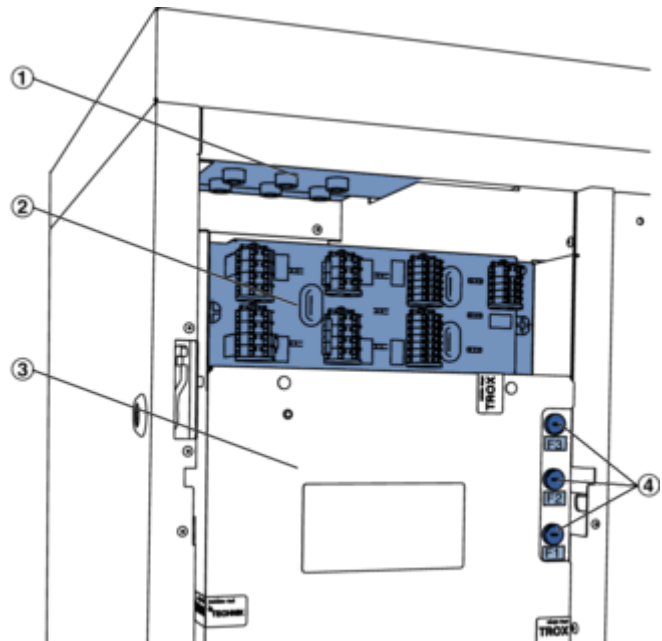

Abb. 23: Elektroanschlussbereich für bauseitige Verdrahtung
Der 230 V Anschlussbereich (Abb. 23 /3) darf nicht geöffnet werden, er dient der internen elektrischen Verdrahtung und darf nur durch den TROX Service geöffnet werden.
- 2 ▶ Bauseitige Installation über die Kabeleinführungen (Abb. 23 /1) in das Gerät einführen und an die entsprechende Klemmen (Abb. 23 /2) anschließen, siehe folgende Informationen.
Hinweis: Zum Anschluss ausreichend Leitungsreserve vorsehen (Schleife ca. 35 cm (zwischen Abb. 23 /1) und (Abb. 23 /2)